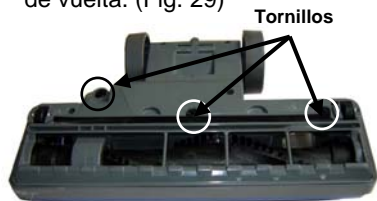

Fig. 29
3. Use un destornillador plano o una moneda para girar los tres (3) tornillos en sentido contra horario ¼ de vuelta. (Fig. 29)